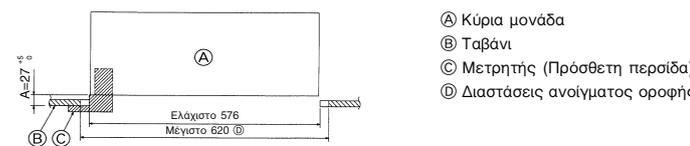

Fig. 4-6
3. Οι εγκοπές προσαρμογής του ελάσματος στήριξης είναι κατασκευασμένες έτσι ώστε η κύρια μονάδα να μπορεί να ευθυγραμμίζεται (ή να εφαρμόζει) με το άνοιγμα υποδοχής της στο ταβάνι. (Fig. 4-6)